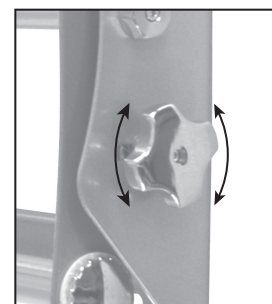

Fig. 7 Afloje las perillas de ajuste para cambiar el ángulo de inclinación. Encontrará una perilla a ambos lados del montaje.
4. Para ajustar la posición de inclinación, haga que una persona sujete la pantalla en posición mientras otra persona afloja las dos perillas de ajuste de inclinación ubicadas a ambos lados de la placa de pared (Fig. 7). Una vez aflojadas las perillas, mueva la pantalla al ángulo deseado. Vuelva a apretar las perillas antes de soltar la pantalla.